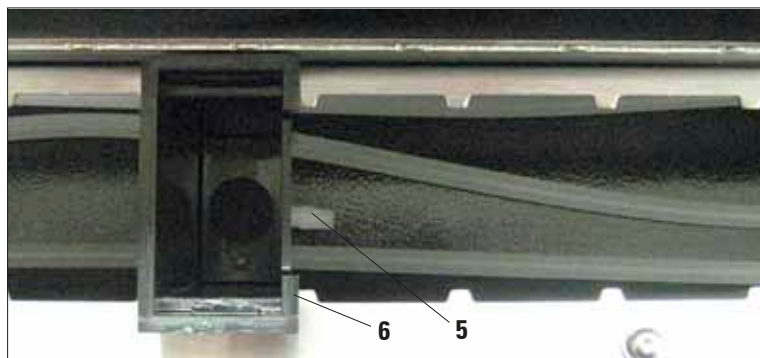

Fig. 23
Placér skyllevandsbeholderne (6) de ønskede steder på platformen. Start med stationen nærmest spildevandstanken. Isæt skyllevandsbeholderen, så slangekoblingen (5) peger mod udtagningskuffen (fig. 23).